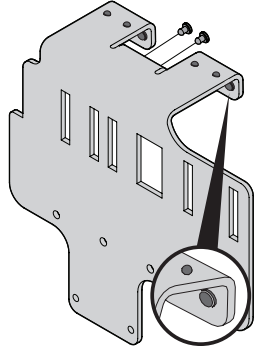

Figure 3
1. Installez douze tampons en caoutchouc (735-05938) dans le support de l'adaptateur (789-02278). Fixez-les solidement en utilisant les orifices de montage illustrés à la Figure 3.